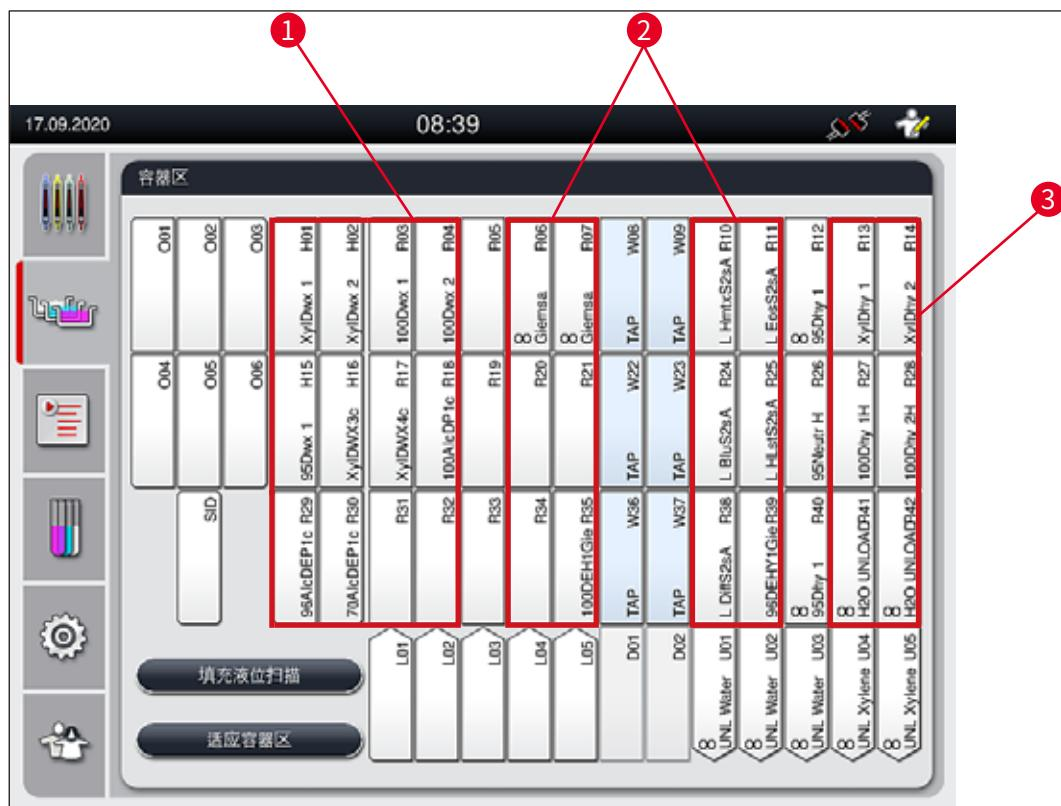

图 40
- 需要后续冲洗水步骤的染色试剂被放置在冲洗水缸（→“图 40”）旁边。